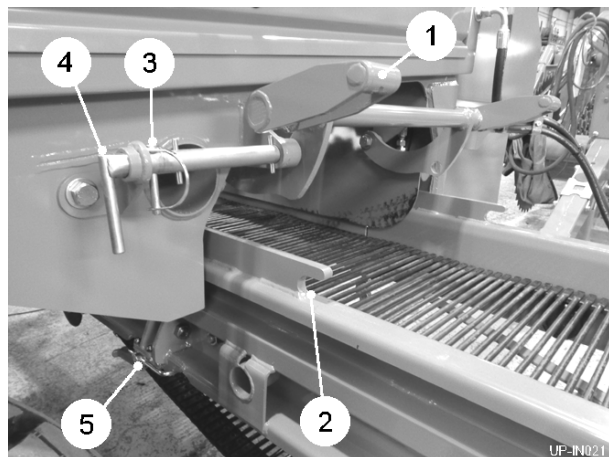

Fig 15
2. Einmal waagerecht, entfernen Sie den Arm (item 1, fig 15) von den Hakentellern (item 2, fig 15).
3. Heben Sie den Arm (item 1, fig 15) weg vom Fließband.
4. Entfernen Sie den linchpin (item 3, fig 15) und schieben Sie die Hilfsnadel in (item 4, fig 15) das Loch in den Arm. Passen Sie dem linchpin.
5. Schließlich, sichern Sie die Fänge (item 5, fig 15)) ab.
1. Schließen Sie die Fänge (item 5, fig 15) auf.
2. Entfernen Sie den linchpin (item 3, fig 15). Schieben Sie, die Unterstützung heftet (item 4, fig 15) an und läßt den Arm (item 1, fig 15) frei. Fiit der linchpin.
3. Lassen Sie den Arm (item 1, fig 15) auf das Fließband herunter.
4. Benutzen Sie die zwei externen Knöpfe, um das Fließband zu bewegen und (item 2, fig 15) engagiert das der Arm (item 1, fig 15) in den Hakenteller.